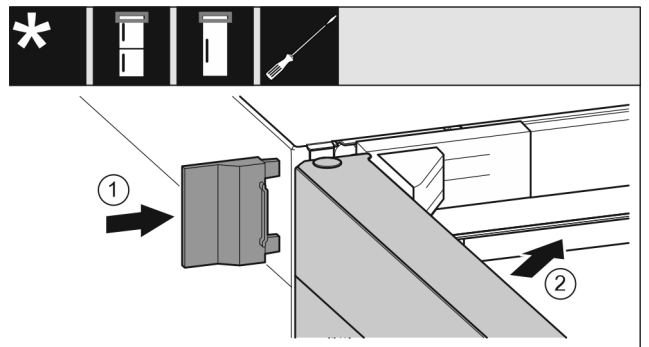

Fig. 27
- ▶ Tolja fel a külső fedelet Fig. 27 (1).
- ▶ Csukja be a felső ajtót Fig. 27 (2).